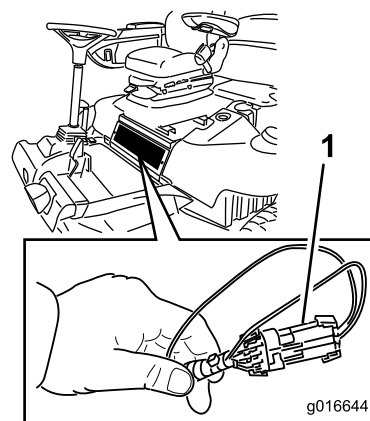

Figura 45
2. Togliete il pannello di accesso posto sotto la parte anteriore del sedile (Figura 45).
3. Accedete al cablaggio preassemblato ed ai connettori accanto al controller (Figura 45).